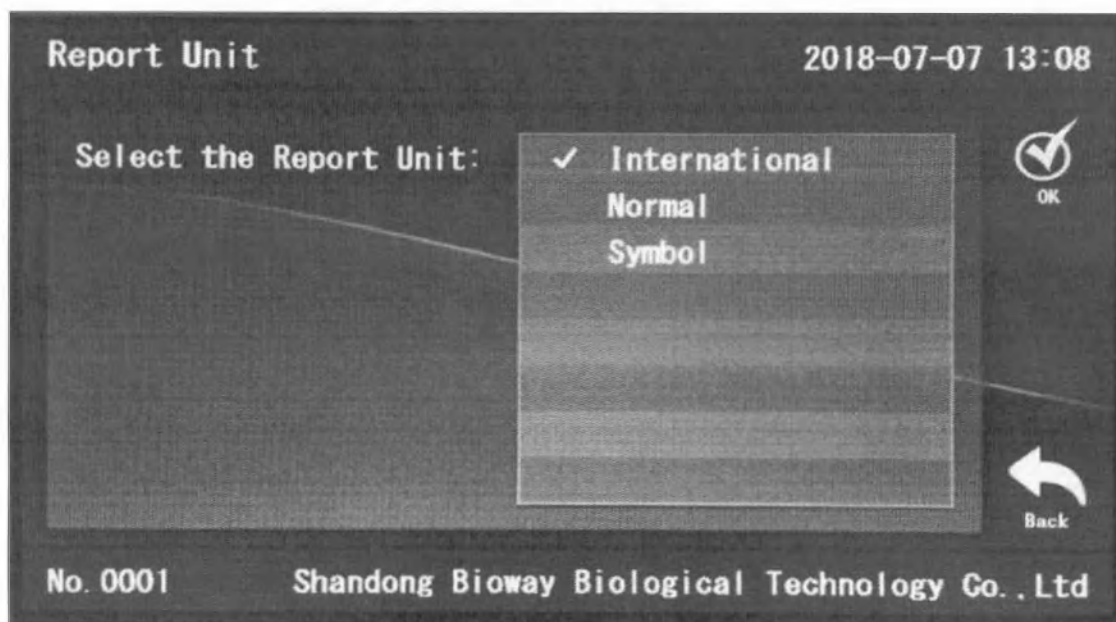

Рисунок 3-9
Нажмите клавишу "Опция выбора символов" (рис.3-9), чтобы переключаться между режимами "Вкл." или "Выкл." когда " Опция выбора символов" "Включена" (ON):